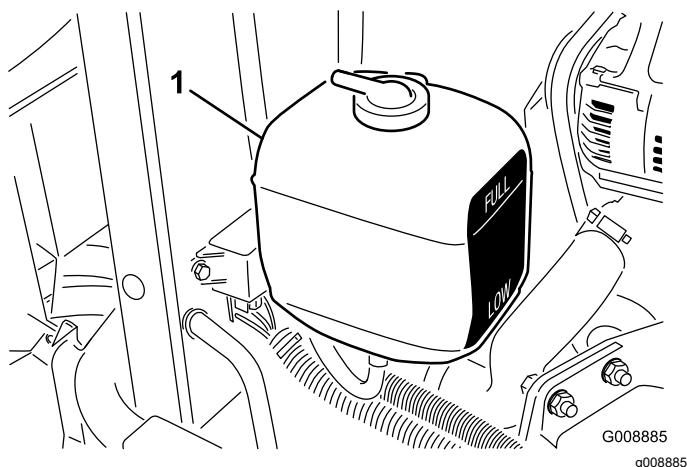

Figura 31
2. Compruebe el nivel de refrigerante del depósito de expansión (Figura 31). Con el motor frío, el nivel del refrigerante debe estar aproximadamente en el punto medio entre las marcas del lateral del depósito.